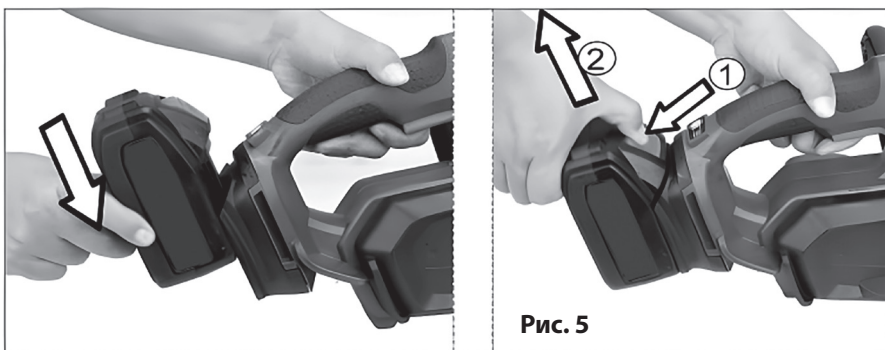

Рис. 5
#### 4.4 Під'єднання/від'єднання акумуляторної батареї (див. рис. 5)
- Для від'єднання батареї необхідно натиснути на кнопку розблокування (дія 1, рисунок 5) і витягнути батарею з напрямної (дія 2, рисунок 5).